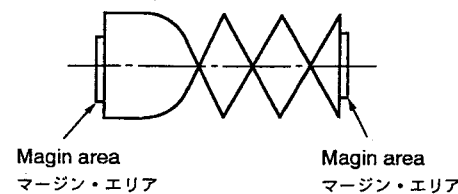

Fig. 5-3
- Turn the P2 post (supply side guide roller) clockwise using a wrench until the margin area on the envelope (supply side) disappears, then turn the guide roller counterclockwise until the margin area reappears. (Refer to Fig. 5-3)
- P2 ポスト (入側ガイドローラー) を二股レンチにて右に回し、エンベロープの入側のマージン・エリア部が無くなるまで下げ、今度はガイドローラーを左に回し、マージン・エリア部が出るまで戻す。(Fig. 5-3 参照)